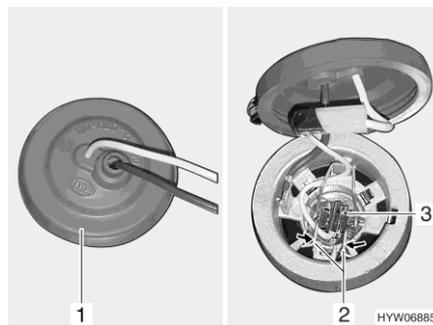

Bild 165 Nebelscheinwerfer
- Hinter den Nebelscheinwerfer greifen und Gummikappe (Bild 165,1) vom Lampengehäuse ziehen.
- Metallbügel (Bild 165,2) zusammendrücken und aus der Halterung schwenken.
- Glühlampe (Bild 165,3) mit Kabel aus dem Lampengehäuse entnehmen.